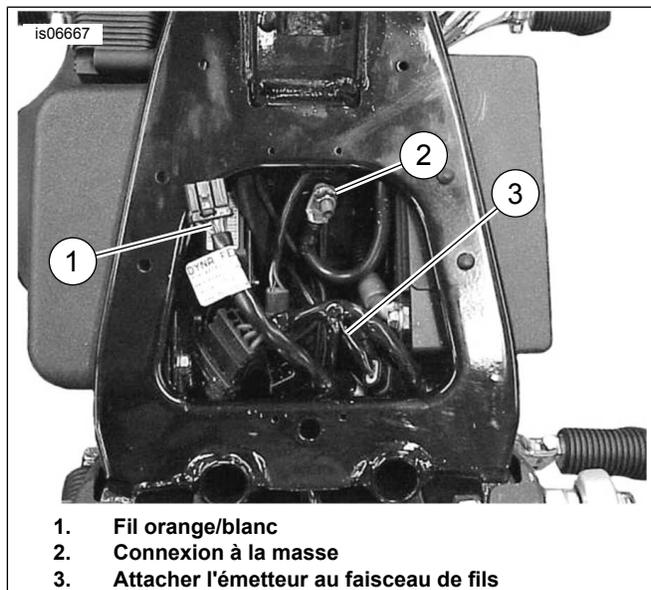

Figure 3. Montage de l'émetteur (Dyna)
| Dyna (tous) | Faisceau de fils sous la selle, près de la batterie, avec serre-câbles (Voir la figure 3.). | Faire continuer le long du côté droit du cadre. |
2. Voir Figure 3 . Utiliser des serre-câbles pour attacher l'émetteur au faisceau de fils Dyna (3) situé sous la selle et près du compartiment de batterie. Acheminer les fils de l'émetteur vers l'avant le long du côté droit du cadre.